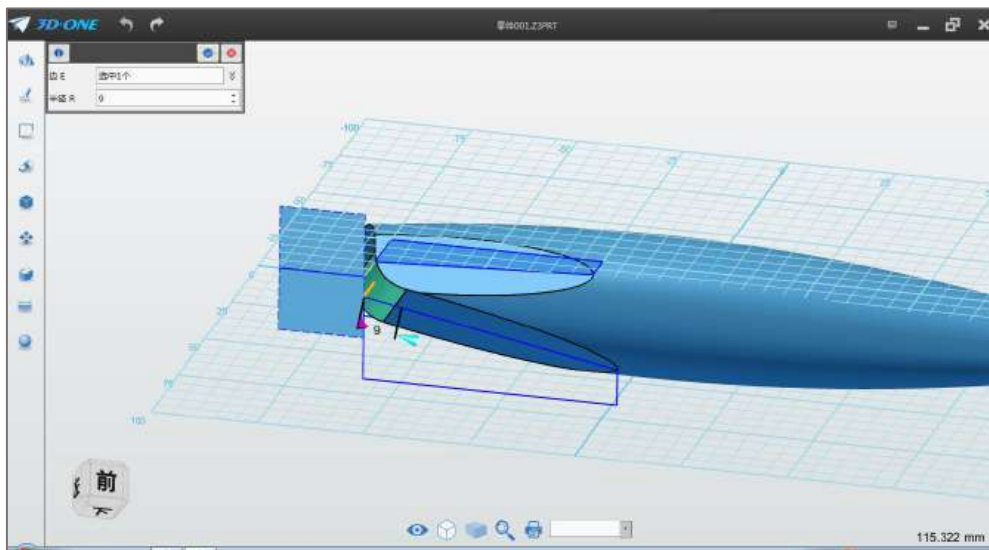

图 1-16
Step 16 在弹出的对话框中，半径 R 设为 9, 如下图 1-16 所示: